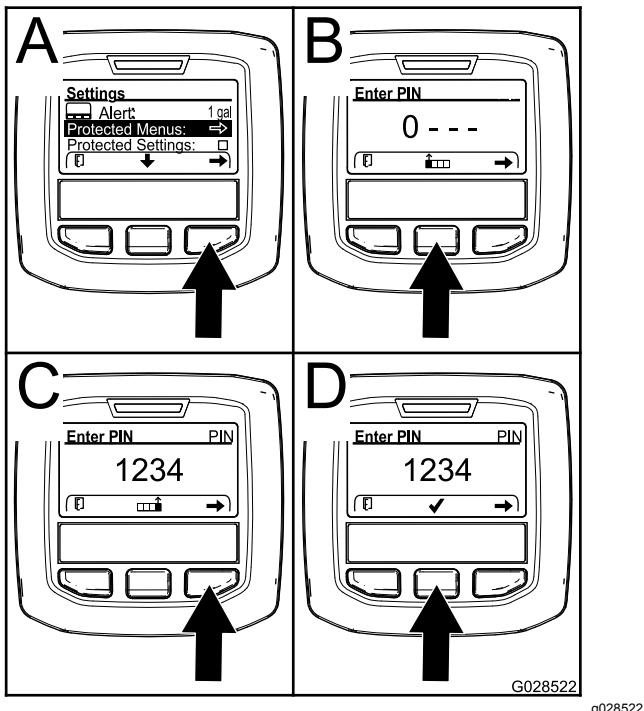

Рисунок 27
3. Чтобы ввести ПИН-код, нажмите среднюю кнопку и удерживайте ее в нажатом положении до появления первой цифры, затем нажмите правую кнопку, чтобы перейти на следующую цифру (Рисунок 27В и Рисунок 27С). Повторяйте этот пункт до тех пор, пока не будет введена последняя цифра, затем нажмите правую кнопку еще раз.
4. Нажмите среднюю кнопку для ввода ПИН-кода (Рисунок 27Д).